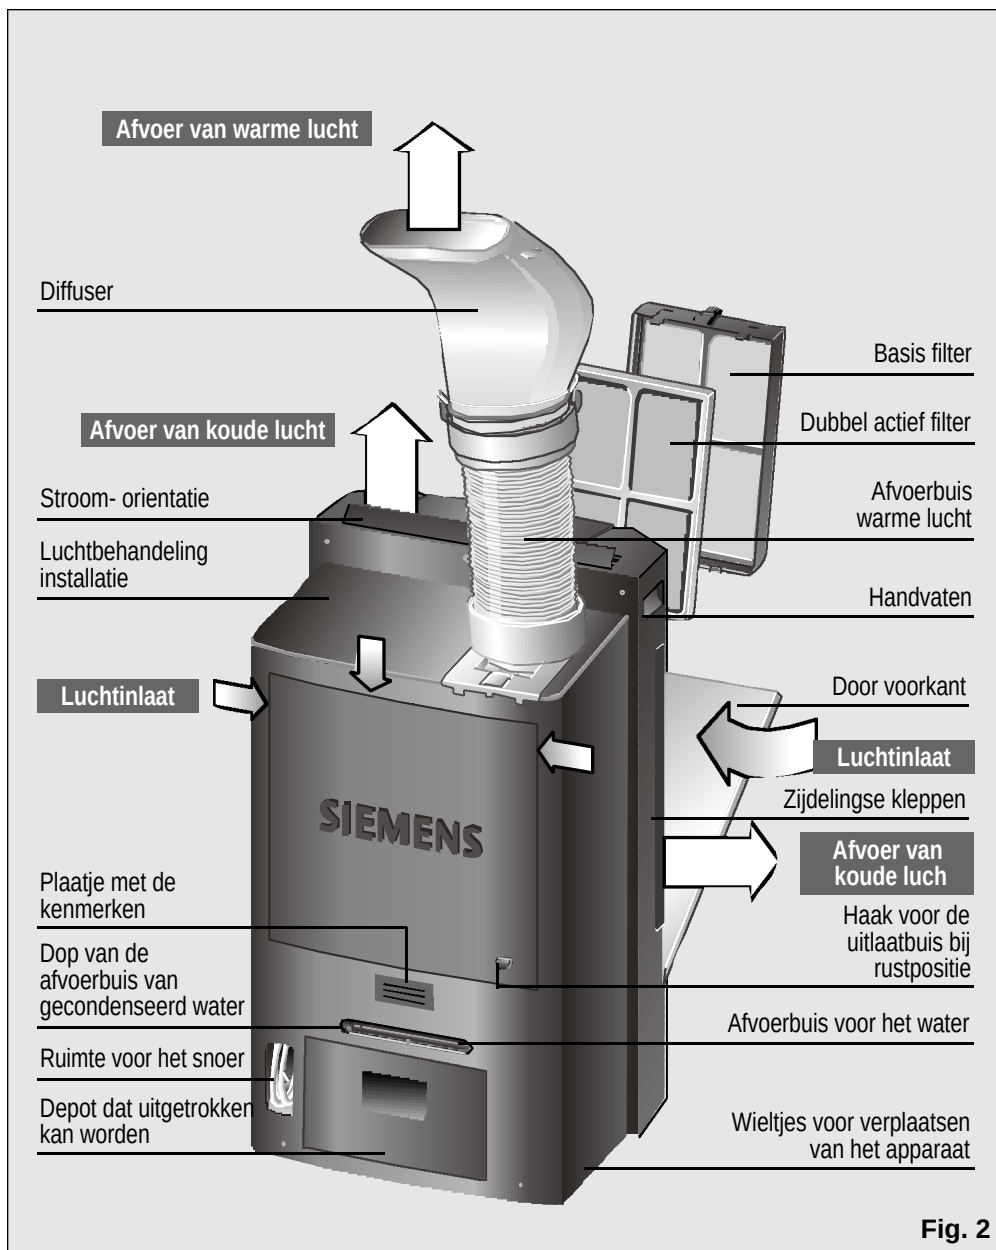

Fig. 2
- ☐ Het snoer dat op het net aangesloten wordt beschikt over een opbergplaats aan de achterkant van het apparaat. Zie Fig. 2.